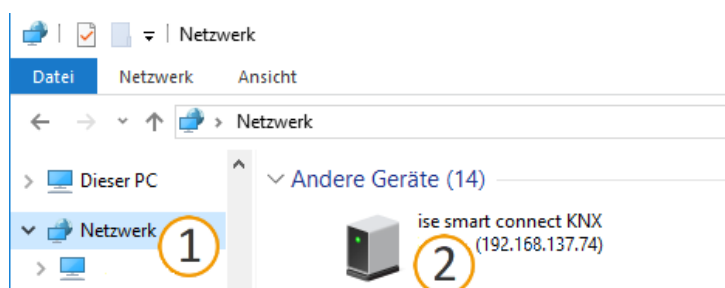

Abbildung 13: Aufruf der Gerätewebseite über Netzwerkumgebung
- Alternativ wählen Sie das Gerät in der Netzwerkumgebung in der Kategorie <<Andere Geräte>> (siehe Abbildung 13, Pos. 1): Doppelklicken Sie auf das Icon des Geräts (siehe Abbildung 13, Pos. 2).